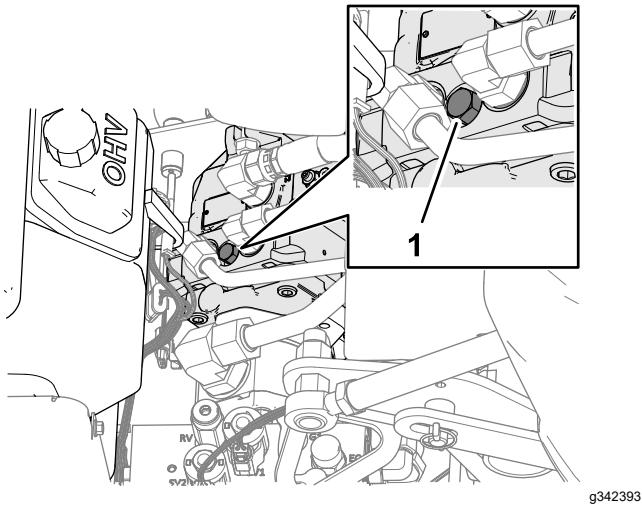

Figura 116
4. Localice la cubierta del tornillo de la válvula de desvío entre el motor y la bomba hidráulica, tal y como se muestra en la Figura 116.